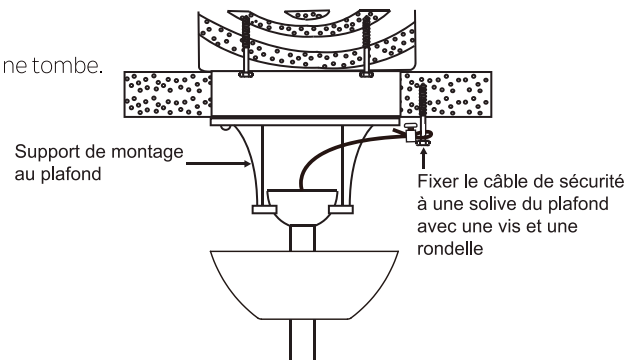

Fig. 13
Étape 1. Fixez la vis à bois et les rondelles fournies à la solive du plafond à côté du support de montage sans serrer (Fig.13).